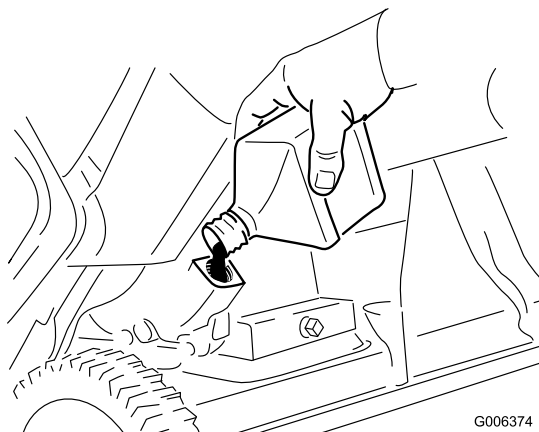

Рисунок 27
8. Установив снегоочиститель в рабочее положение, **осторожно** залейте масло в маслозаливную горловину до точки переполнения (Рисунок 27).